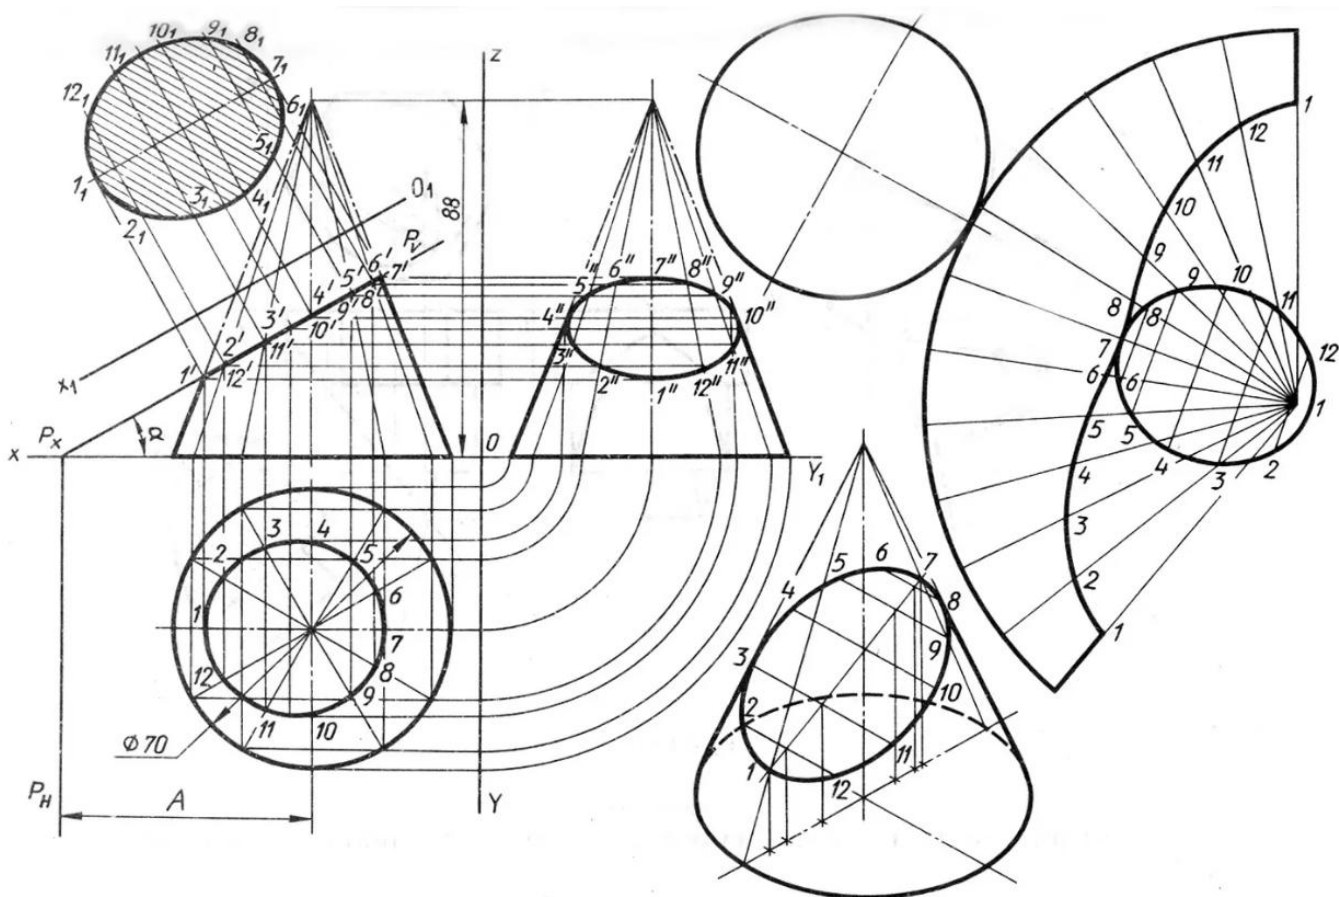

Рисунок 27 - Комплексный чертёж «Сечение конуса плоскостью»
2. Выполнить комплексный чертеж усеченного геометрического тела, пример см. рис. 27;
2. Выполнить комплексный чертёж пересечение тела вращения с многогранником способом секущих плоскостей, пример оформления чертежа см. рис.27;